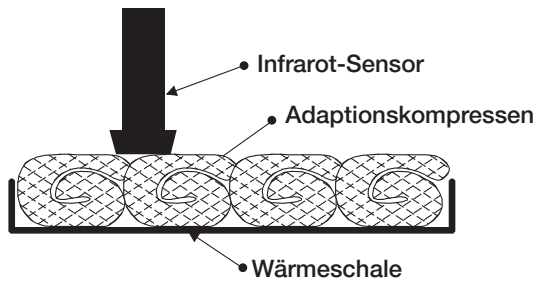

Abb. 2: Vorwärmen der Adaptionskompressen im SAHARA-TSC
- Gehäuseklappe öffnen und die erforderliche Anzahl von bis zu 4 Adaptionenkompressen wie in Abb. 2 dargestellt in die Wärmeschale legen. Den Infrarot-Sensor vollständig auf die darunter befindliche Komresse platzieren.